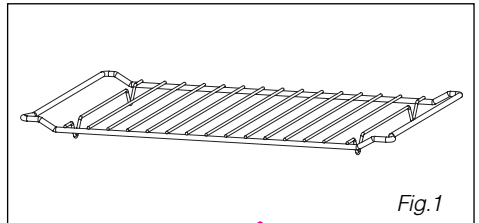

Fig.1
meuble par 2 vis au travers des trous prévus à cet effet sur les montants latéraux (fig.1).
• La grille (fig.1) :